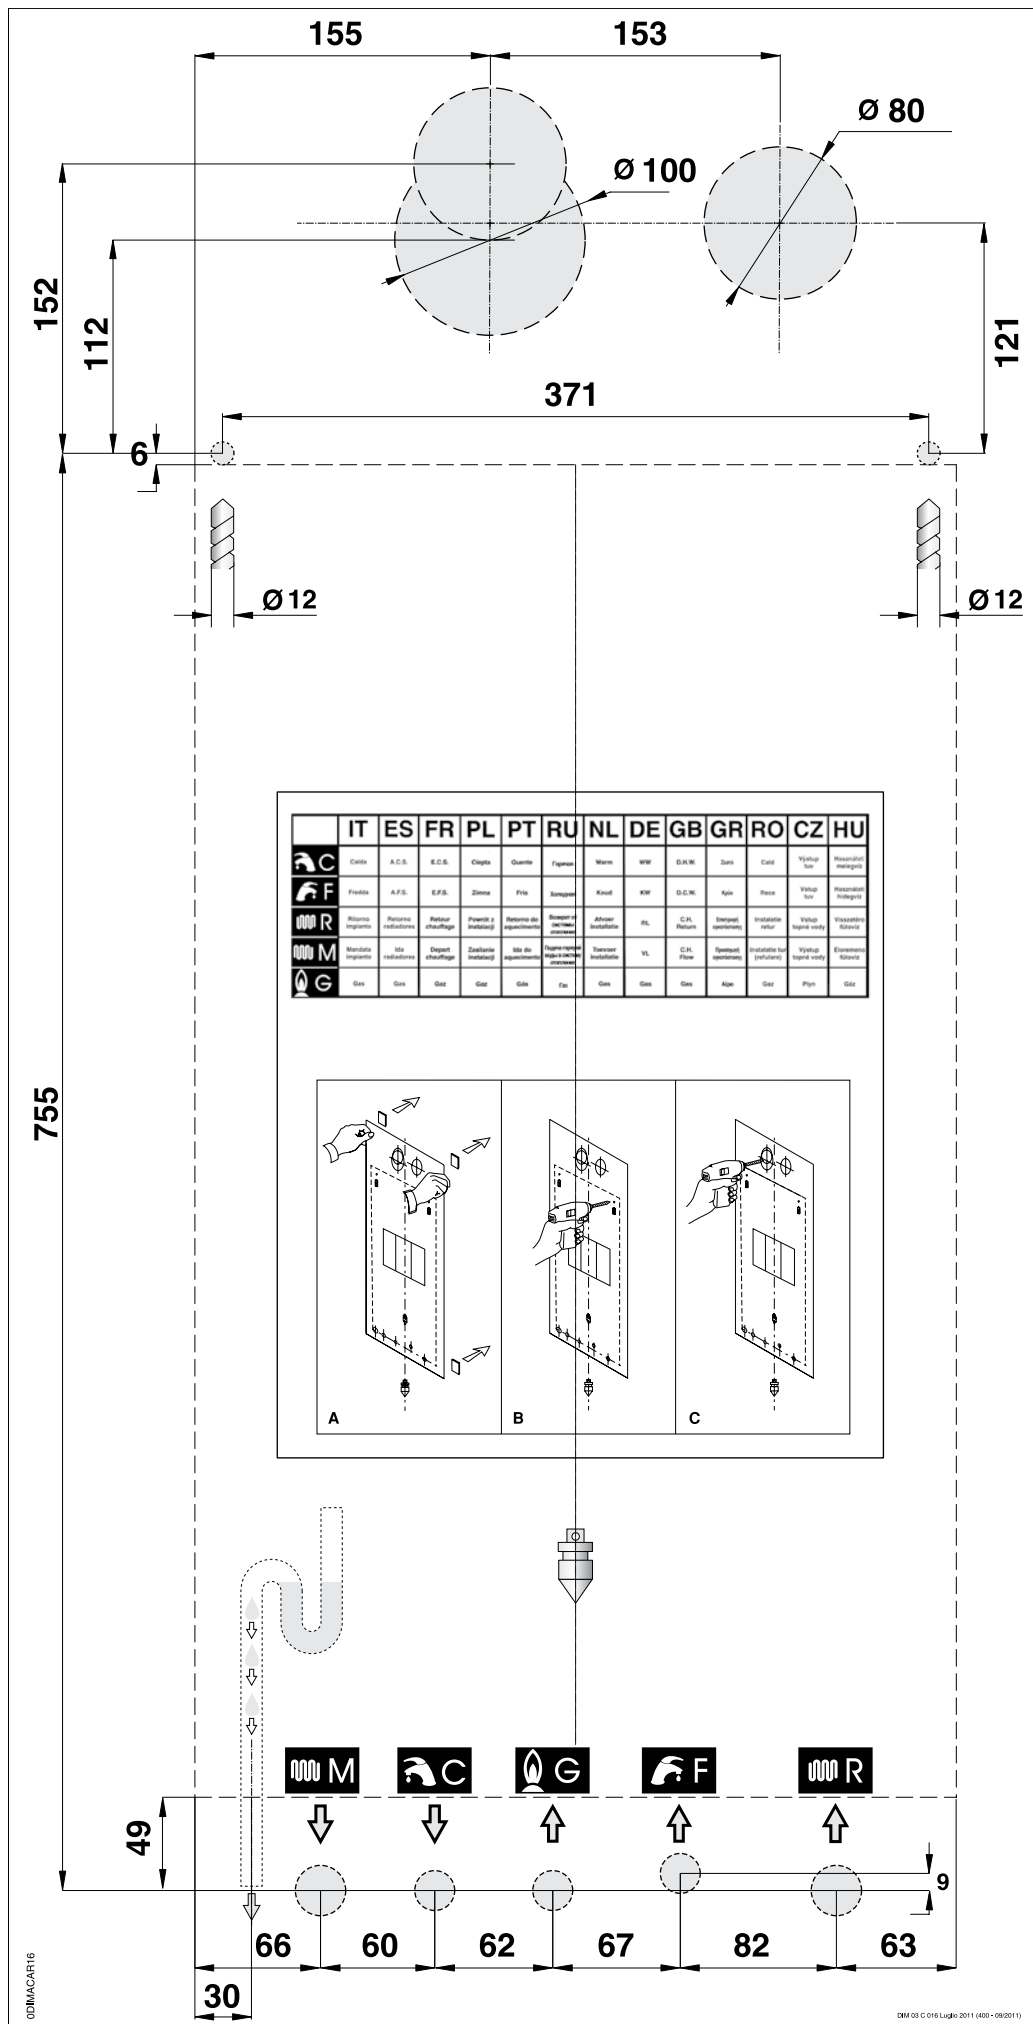

fig. 6
- d) la dima di fissaggio della caldaia al muro (fig. 6);
Ogni apparecchio è corredato di un'apposita dima in carta contenuta nell'imballo (fig. 6),
- fissare la dima (fig. 6) alla parete;